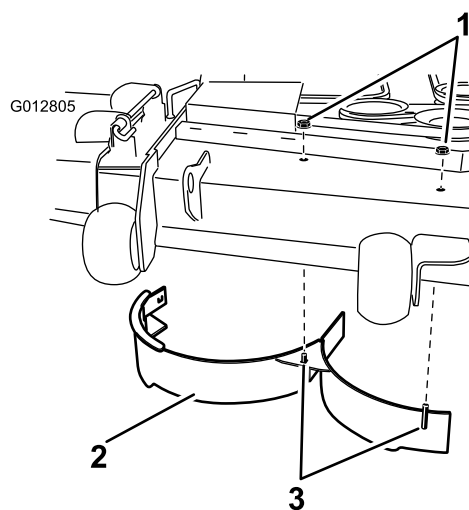

**Figura 33**
- Remova o parafuso de carroçaria (5/16 x 3/4 polegada) e porca de bloqueio (5/16 polegada) na parede lateral da plataforma do cortador que prende o abafador esquerdo à plataforma (Figura 33).
- Localize o resguardo do abafador na extremidade frontal da abertura de descarga lateral. Remova os dispositivos de fixação que prendem o resguardo do abafador e abafador direito à plataforma do cortador como se mostra em Figura 33. Remova o resguardo do abafador e guarde todos os dispositivos de fixação.